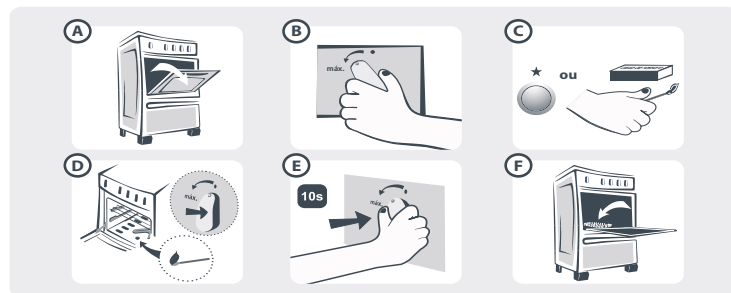

Fig. 15
**Passos detalhados para o acendimento do forno (Fig.15):**
- 1 | Abra a porta do forno (A).
- 2 | Aperte o botão do forno, gire até a posição "MAX" e mantenha pressionado (B).
- 3 | Acione o acendimento automático ou acenda o fósforo (C).
- 4 | Mantenha o botão do forno pressionado e acenda o forno (D).
- 5 | Continue com o botão do forno pressionado por 10 segundos (E).
- 6 | Solte o botão do forno e verifique se a chama permanece acesa (F).